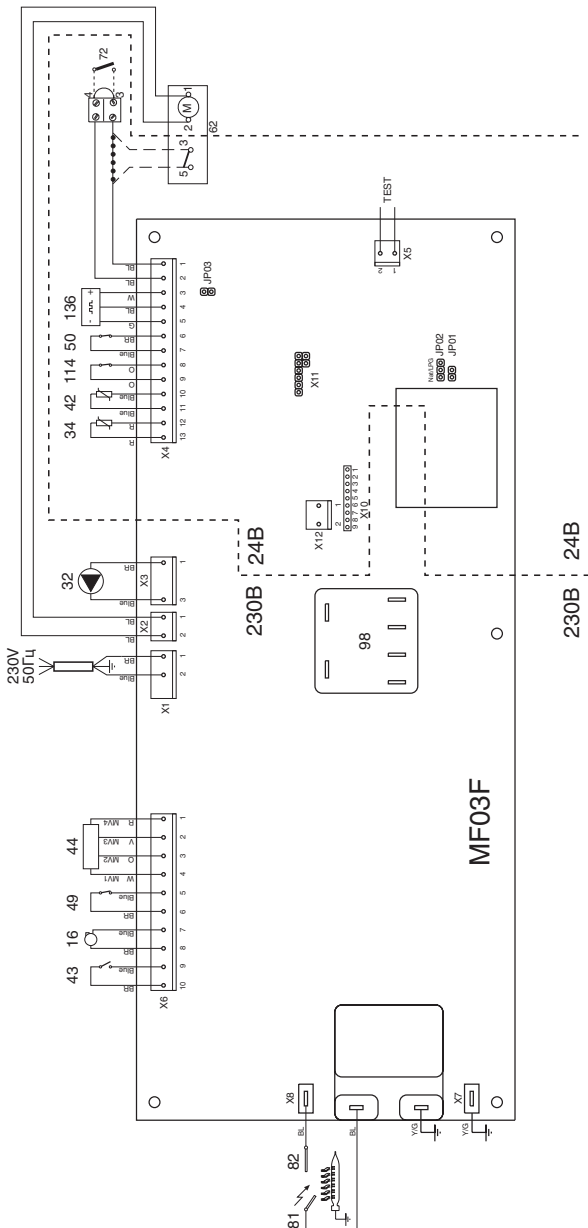

Рис. 21
### 3.11 Монтаж термостата помещения (72) (Рис. 21)
Откройте электрораспределительную коробку и отсоедините "кабельную перемычку" между контакторами 4 и 5 (рис. 21 - п. 80).